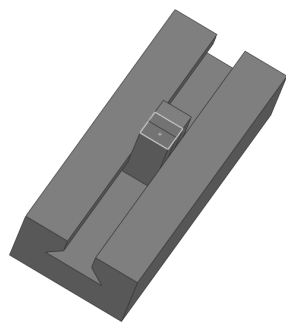

图 11-39 体积干涉检查
1) 打开装配体,调节两个撞块相互重合。体积干涉检查装配体文件如图 11-39 所示。